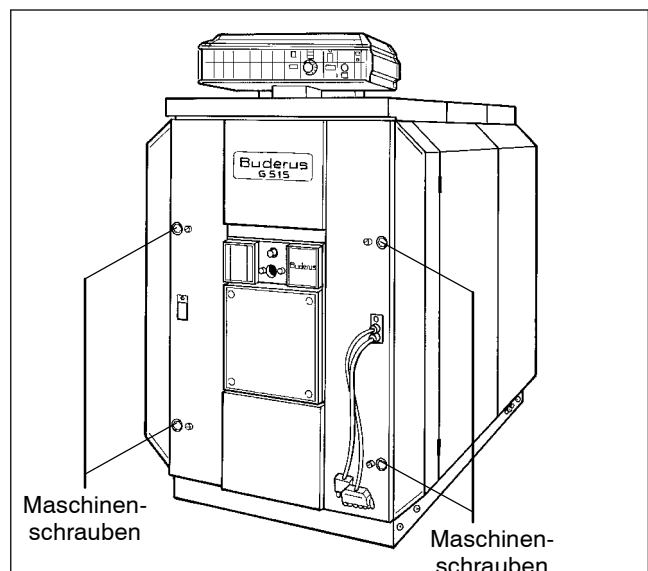

Abb. 53
- Die vier Maschinentrauben in der Brennertür lösen (Abb. 53).